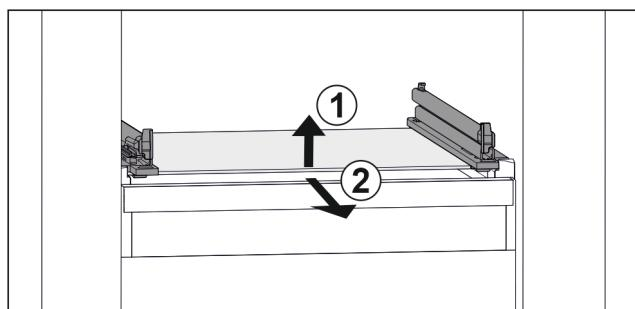

Fig. 45 Приближене відображення скляної пластини
- Підняти скляну пластину спереду. Fig. 45 (1)
- Вийняти скляну пластину рухом вперед. Fig. 45 (2)